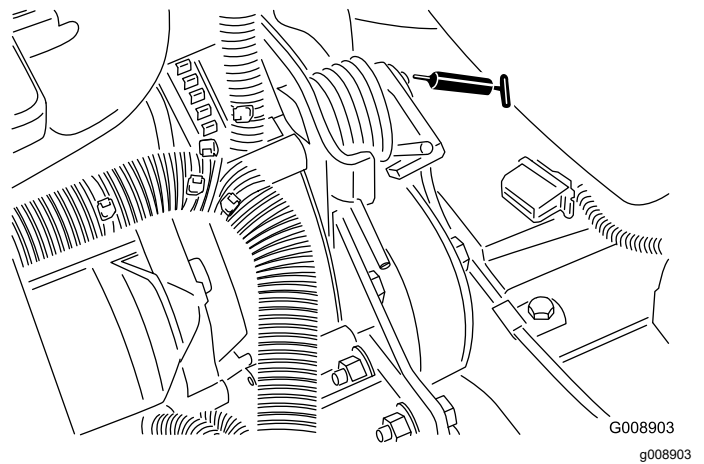

Bild 46
- Riemenspannungsdrehbüchse (Bild 46)